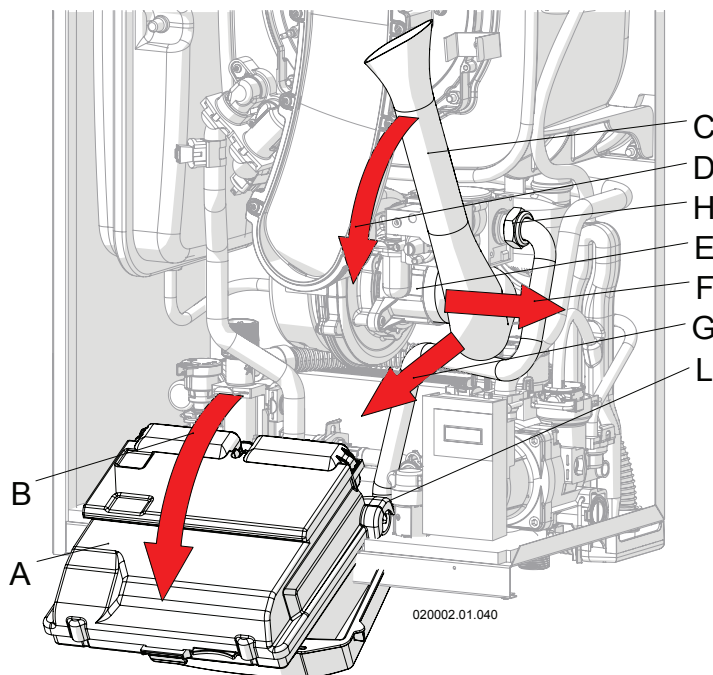

Figura 6-3 - Smontaggio collettore aria
- 6.- smontare il collettore aria "C" (Figura 6-3) avendo cura di ruotarlo esternamente, quindi sfilarlo dall'imbocco del ventilatore;
- 7.-smontare il tubo di ingresso del gas tramite i due raccordi "H" ed "L" (Figura 6-3);
- 12.- rimontare il tubo di alimentazione gas tramite i due raccordi "H" ed "L" (Figura 6-3);
- 13.- rimontare il collettore aria "C" (Figura 6-3);